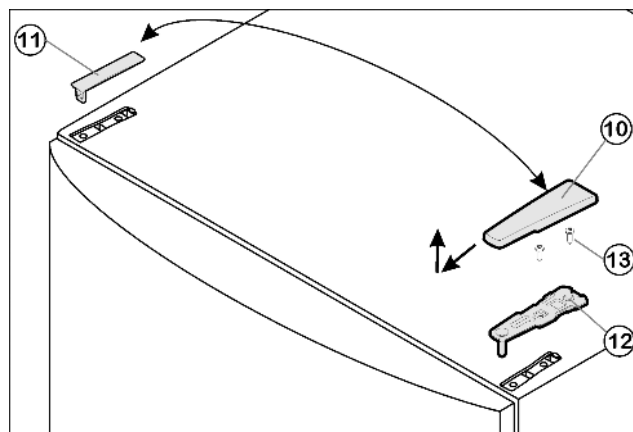

Fig. 4
- ▶ Estrarre la copertura Fig. 4 (10) tirandola in avanti e verso l'alto.
- ▶ Staccare la copertura Fig. 4 (11).
- ▶ Svitare il blocco di supporto superiore Fig. 4 (12)(2 x Torx® 25) Fig. 4 (13) ed estrarre tirando verso l'alto.
- Inserire il blocco di supporto superiore Fig. 4 (12) sul nuovo lato della cerniera nella porta.
- Serrare il blocco di supporto superiore Fig. 4 (12) **fermamente a 4 Nm** (2 x Torx® 25) Fig. 4 (13). Eventualmente praticare fori a vite o utilizzare un avvitatore a batteria.
- Innestare la copertura Fig. 4 (10) e la copertura Fig. 4 (11) rispettivamente sul lato opposto.